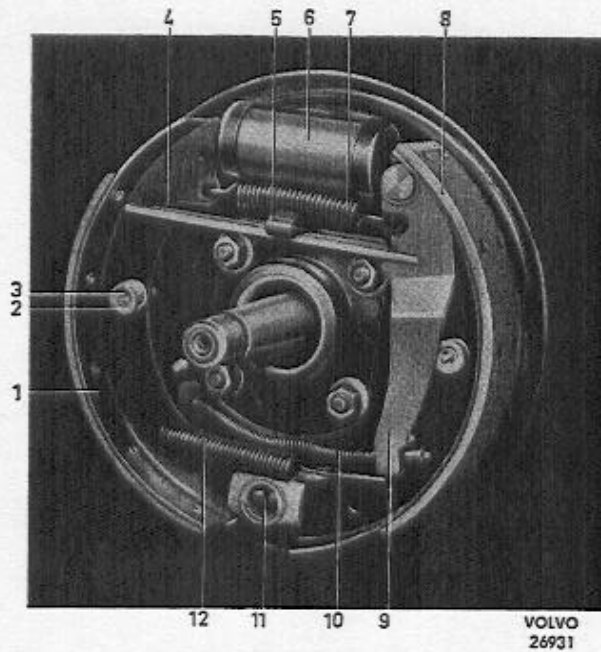

Abb. 25 Hinterradbremse
2. Die vorbereiteten Original-Bremsbeläge aufnieten. Der vordere Belag wird unten an der Backe und der hintere Belag oben angebracht, siehe Abb. 25. Nieten entsprechend den Angaben im Abschnitt „Technische Daten“ und eine Nietpresse mit passenden Dornen verwenden. Mit dem Aufnieten in der Mitte des Belages beginnen und dann aufwärts zu den Enden hin fortsetzen. Darauf achten, daß der Belag über die gesamte Länge gut an der Bremsbacke anliegt.
Das Verfahren beim Kleben ist unterschiedlich für verschiedene Fabrikate der Ofen und Prüfapparate, weshalb eine allgemeine Beschreibung nicht gegeben werden kann. Beim Kleben sind daher die Empfehlungen des Klebstoff-Fabrikanten genau zu beachten. Die Anbringung der Beläge auf der Backe geht aus der Abb. 25. hervor. Beim Kleben darf nur Klebstoff verwendet werden, der die hohen Temperaturen, die bei wiederholtem Bremsen entstehen, vertragen kann.
3. Die Handbremsflasche vorschriftsmäßig anbringen. Die untere Rückholfeder einhaken und die vordere Bremsbacke mit Führungsstift und Sicherungsklammer anbringen. Die obere Rückholfeder mit Bremsfederzange einhaken. Werkzeug SVO 4074 entfernen. Federklammer (5 Abb. 25) einbauen.